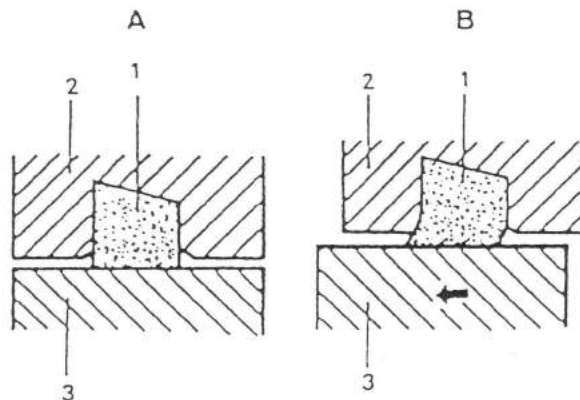

Fig. 19-9
Cuando la presión del líquido actúa sobre la cara de empuje del pistón, este último se desplaza hacia adelante. El anillo de goma (1) que ejerce una considerable presión contra el pistón, se mueve junto con el cilindro, ya que se encuentra alojado en la ranura interna del mismo (ver detalle (B) Fig. 19-9). A consecuencia del movimiento hacia atrás que realiza el anillo de caucho al estar firmemente oprimido al pistón, dicho anillo sufre una deformación durante el tiempo que se mantiene pisado el pedal de freno. Al dejar de ejercer presión sobre el pedal, desaparece la presión del líquido en el cilindro (ver detalle (A) Fig. 19-9), y el anillo de caucho (1) recobra su posición de origen desplazando con él al pistón. De esta forma las pastillas de freno dejan de ser oprimidas creándose entre ellas y el disco la holgura mínima necesaria para impedir que se alojen partículas entre estas y el disco, y que no se produzca una sobrecalentamiento del disco.